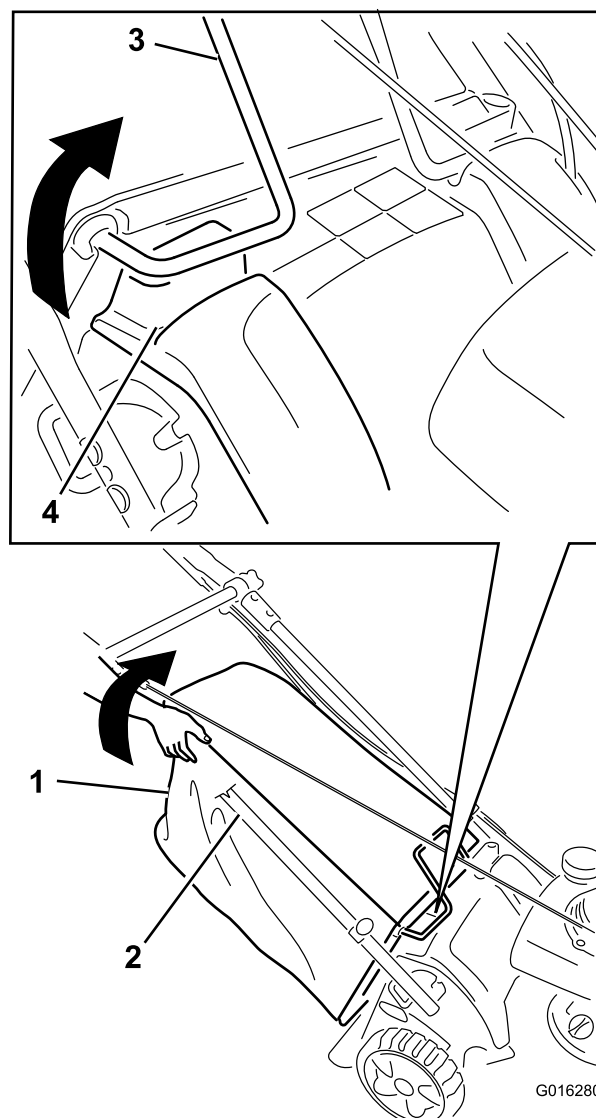

Figure 60
5. Moteur en marche, soulevez le coin supérieur arrière droit du bac à herbe jusqu'à ce que l'armature du bac du côté supérieur avant droit soit complètement sortie de la fente droite (Figure 60). **Le moteur doit s'arrêter.**